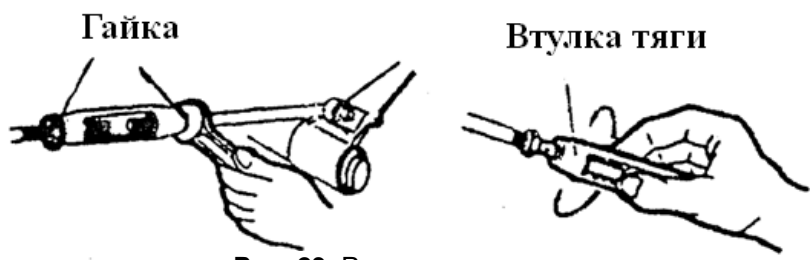

Рис. 23. Регулировка тормоза
- Для регулировки натяжения тормозной педали отрегулируйте ход тяговой втулки, отвернув регулировочную гайку (См. Рис.23).